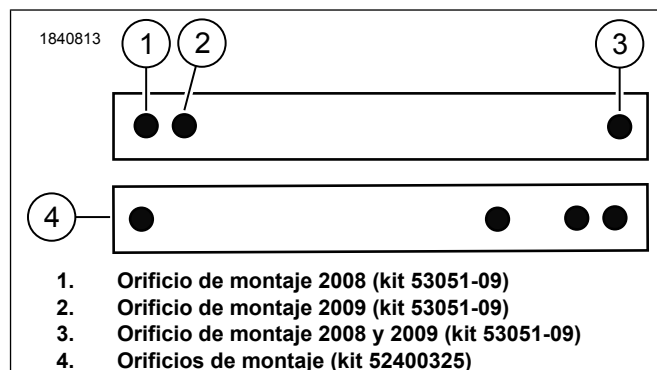

Figura 6. Correa de sujeción
1. Vea la Figura 6. Instale la correa de agarre (2) en los pernos.
- a. Sujete la correa de agarre a los pernos (F) con tuercas (E). Ajuste.
- a. Vea la Figura 6. Utilice los orificios de la base de la correa de agarre.